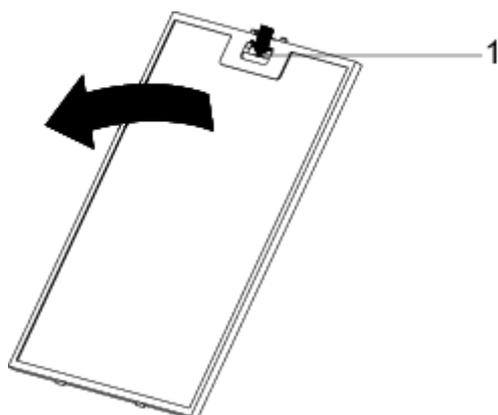

Fig. 8:
- Presione la pestaña del filtro de aluminio (1) y tire del filtro de aluminio en la dirección de la flecha ( Fig. 8).